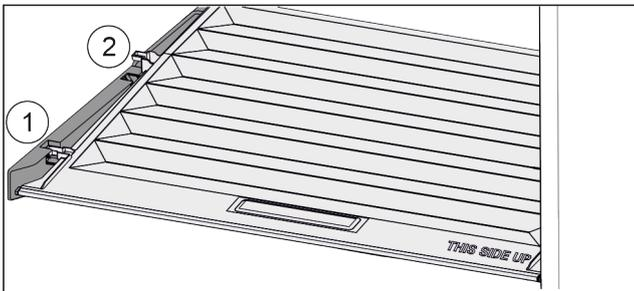

Fig. 128
- ▶ Tirer le couvercle vers l'avant jusqu'à l'orifice des pièces de retenue Fig. 128 (1).
- ▶ Le soulever par le bas à l'arrière et le sortir par le haut Fig. 128 (2).